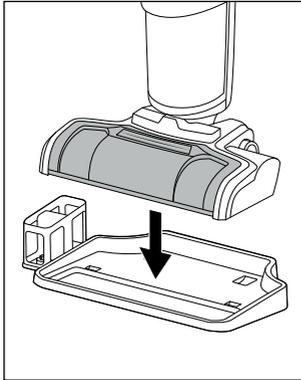

Fig. 31
- ◆ Stil det slukkede produkt på bakken til frastilling **4** i parkerings- og rengøringsstationen (se fig. 31).